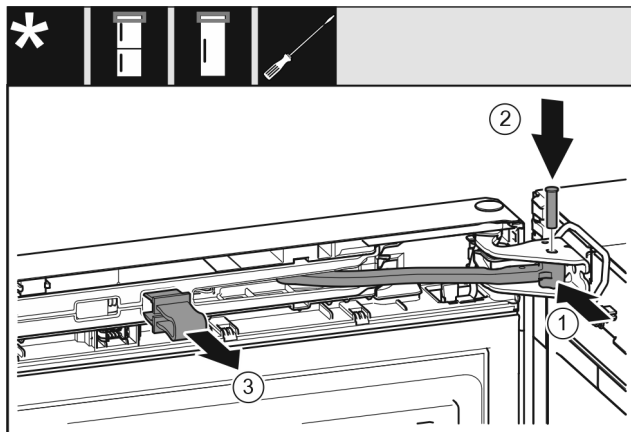

Fig. 52
- ▶ Otočte kloub Fig. 52 (1) ve stojanu ložiska.
- ▶ Vložte čep Fig. 52 (2) do stojanu ložiska a kloubu. Přitom dávejte pozor, aby byla zajišťovací vačka správně usazena v drážce.
- ▶ Pojistku Fig. 52 (3) vytáhněte.